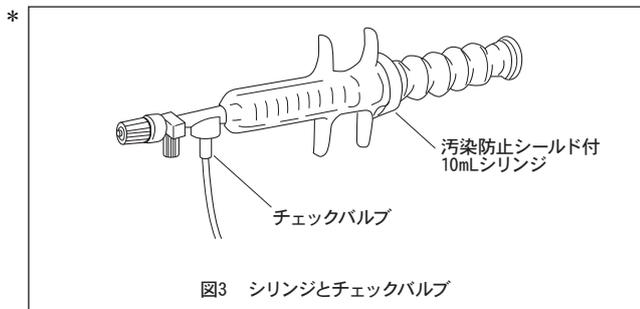

図3 シリンジとチェックバルブ
- * 1. チェックバルブに10mLシリンジを接続します（図3）。